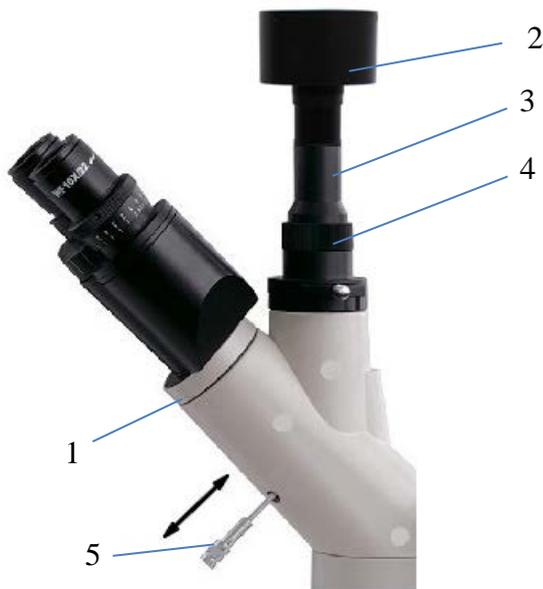

Рис. 13 – Установка видеоокуляра
4.9.1. Для документирования изображений получаемых на микроскопе, на микроскоп можно установить видеоокуляр. Визуальная головка микроскопа 1 (см. рис. 13) имеет отдельный оптический канал для установки видеоокуляра.